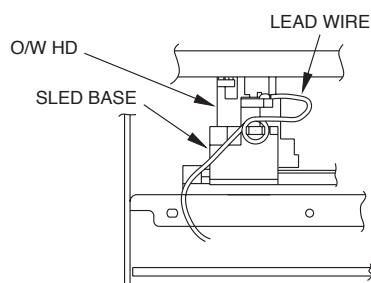

Fig. 6-1
- Do not mistake SW NOB (L) for SW NOB (S) when reassembling.
- Be careful not to deform the O/W HD ②⑤ when handling it.
- Apply screw-locking compound to the tip of the screw ②④ after reinstalling the O/W HD.
- Coil the O/W HD lead wire around the SLED BASE ①⑦ once and twist it more than twice. (Fig. 6-1)
- 組立時、SW NOB (L)とSW NOB (S)を間違えないこと。
- O/W HD ②⑤ を変形させないように取り扱いに注意すること。
- O/W HD 取付後は、ネジ ②④ の先端にネジロックを塗布する。
- O/W HD リード線は、SLED BASE ①⑦ に1 ターン巻き付け、2 回以上よじる。(Fig. 6-1)